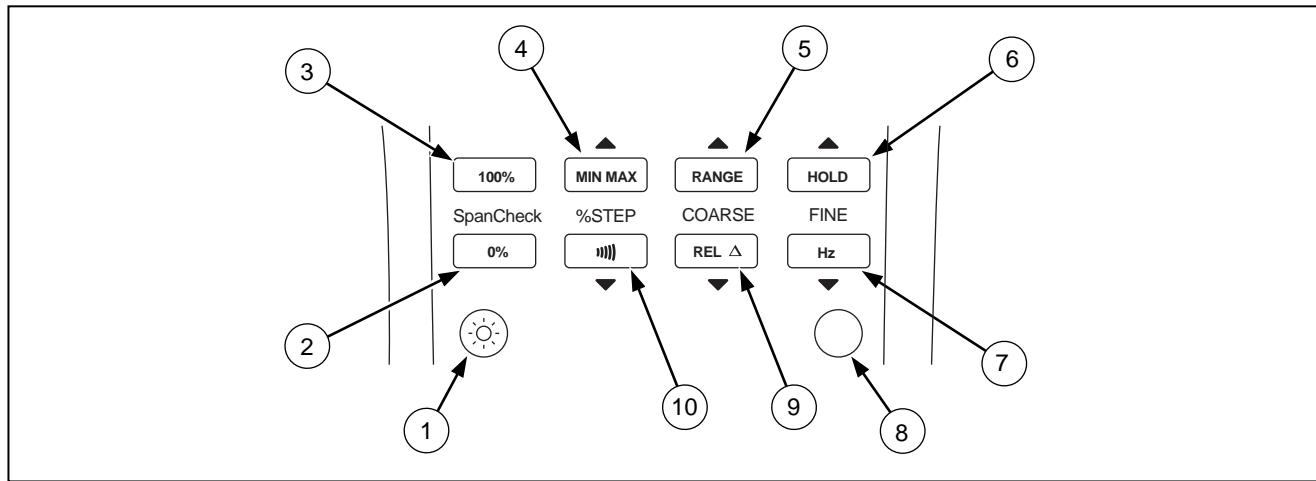

Figure 5. Boutons-poussoirs
- La figure 5 et le tableau 6 décrivent les fonctions des boutons-poussoirs.